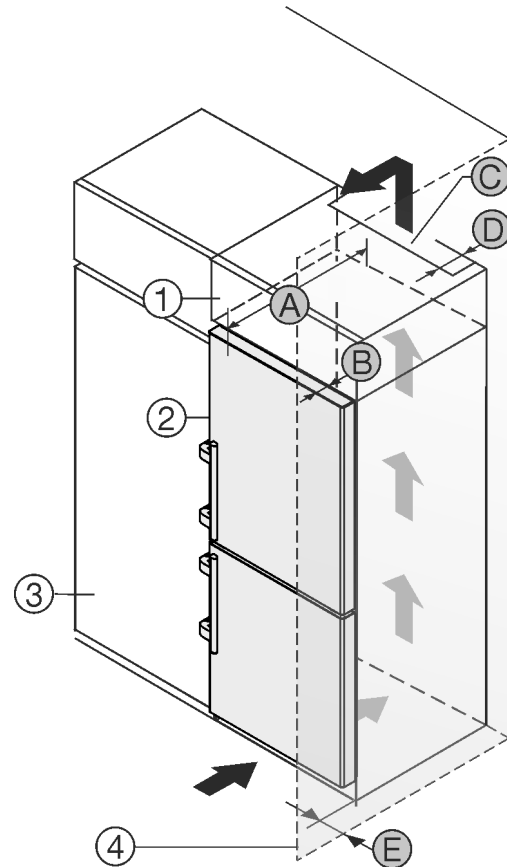

Fig. 2
- (1) Uždedama spintelė\*
- (2) Prietaisas\*
- (3) Virtuvės spinta\*
- (4) Sieną\*
- (A) Prietaiso gylis\*
- (B) Durų gylis\*
- (C) Vėdinimo angos skerspjūvis\*
- (D) Atstumas iki galinės prietaiso pusės\*
- (E) Atstumas iki prietaiso pusės\*
Prietaisą galite statyti iš karto šalia virtuvės spintelės Fig. 2 (3).\*
Galiniėje uždedamos spintelės pusėje turi likti tarpas ventiliacijai, kurio gylis Fig. 2 (D) būtų per visą uždedamos spintelės plotį.\*
Po patalpos lubomis turi būti laikomasi vėdinimo angos skerspjūvio Fig. 2 (C).\*
Jei prietaisas su lankstais statomas greta sienos Fig. 2 (4), mažiausias atstumas tarp prietaiso ir sienos turi būti 57 mm. Tai atitinka rankenų išsikišimą esant atvertoms durims.\*
Kad durys atsidarytų iki galo, palyginti su šaldytuvo priekiu, prietaisas turi išsikišti bent per savo durų gylį Fig. 2 (B). Priklausomai nuo virtuvės spintelių Fig. 2 (3) gylio ir atstumų iki sienos nustatančių detalių naudojimo, prietaisas gali išsikišti daugiau.\*